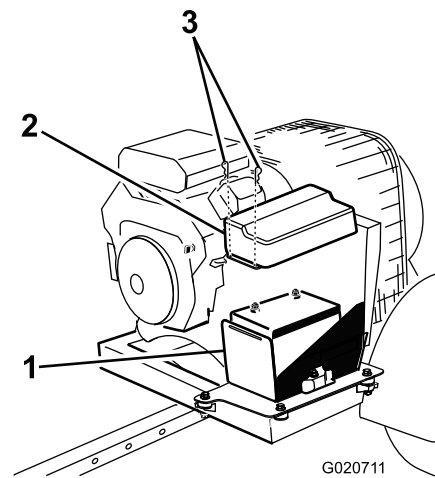

Figura 38
1. Retire los clips que sujetan la tapa de la batería a la caja de la batería, y retire la tapa de la caja (Figura 38).